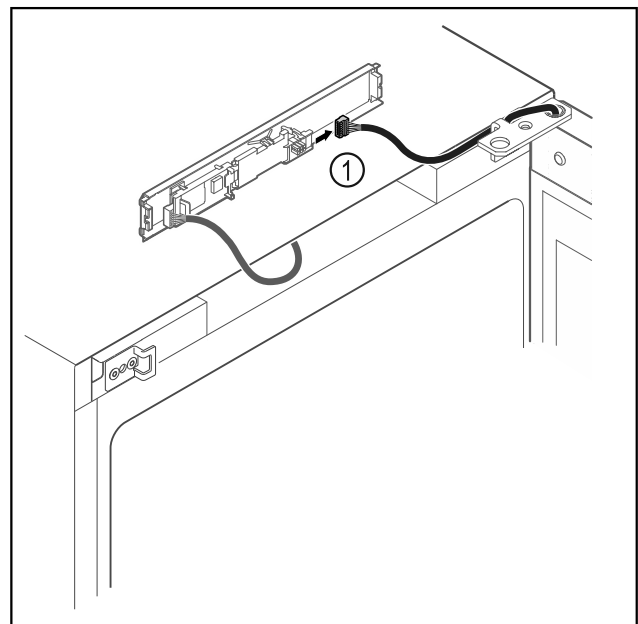

Fig. 17
- Vytáhněte zástrčku Fig. 17 (1) z desky.